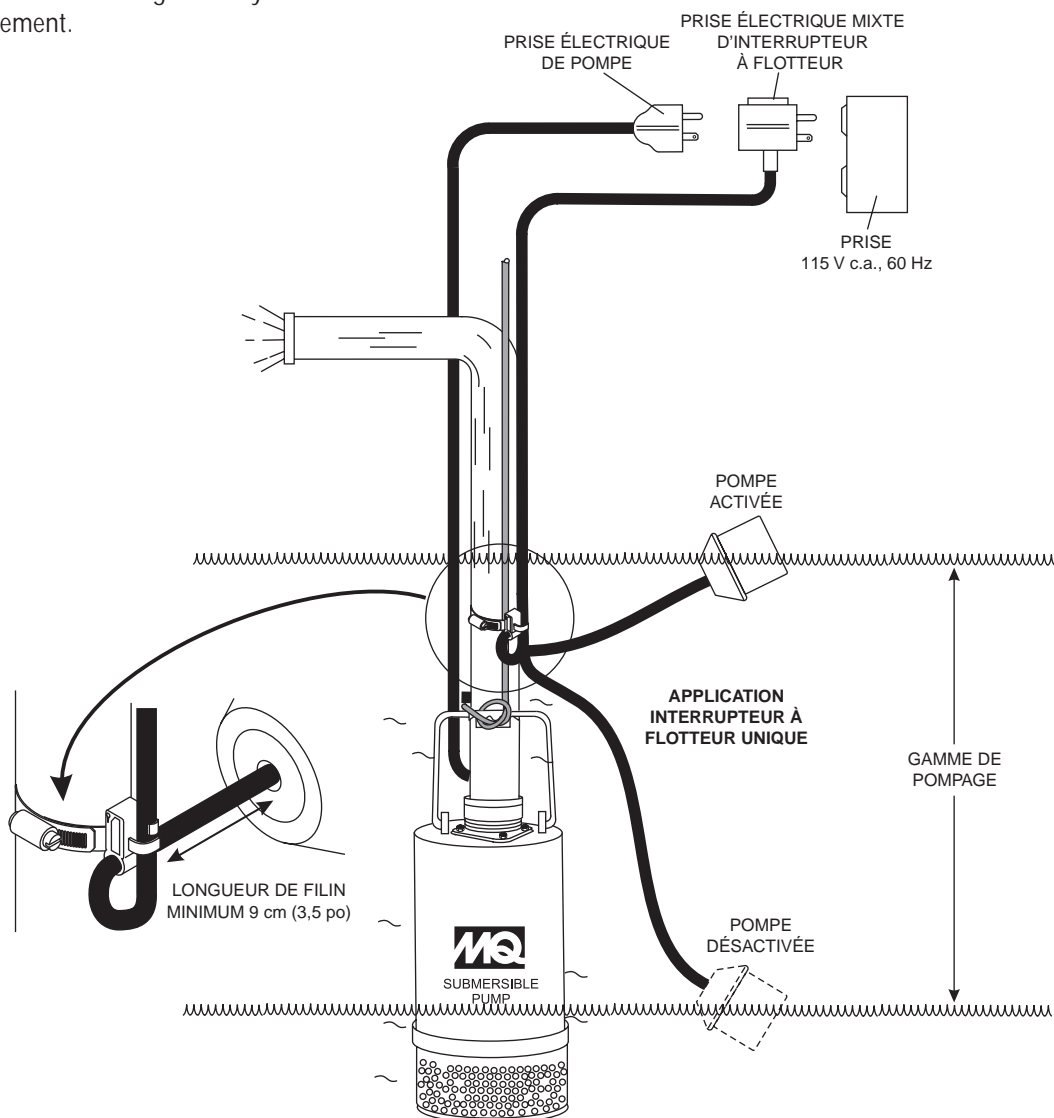

Figure 6. Contacteur à flotteur simple — Schéma d'application
Des contacteurs à flotteur de contrôle **simple** ou **double** (Figure 6) peuvent être utilisés pendant le fonctionnement sans supervision de la pompe submersible. Lors de l'emploi de la **configuration d'alimentation mixte** (fiche), les pompes **NE** nécessitent PAS l'emploi d'un boîtier de commandes. Dans cette configuration (mixte), le SW-1 (contacteur à flotteur simple) ou le SW-2 (contacteur à flotteur double) est requis. L'illustration ci-dessous est un exemple d'une application à contacteur à flotteur simple.
1. Déterminer la **longueur de cordon** requise comme l'indiquent la Figure 6 et le Tableau 3.
2. Placer le cordon dans le collier comme l'indique la Figure 6.
La Figure 6 illustre une application de contacteur à **flotteur simple**. Pour une capacité de contacteur à flotteur double, utiliser un contacteur à flotteur de type à mercure **Modèle SW-2**.
2. Connecter le ou les contacteurs à flotteur à la prise de courant c.a. comme l'indique la Figure 6.
1. Déposer le logement du connecteur d'entrée de contacteur à flotteur, puis acheminer les fils du contacteur à flotteur par le presse-étoupe de câble sur le boîtier de commandes. Attacher les fils du contacteur à flotteur à la plaque à bornes, comme l'indiquent le Tableau 5 et la Figure 6.